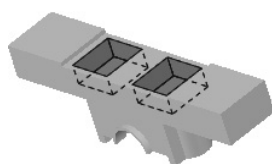
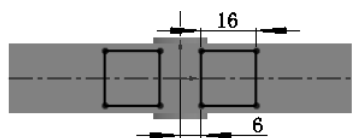

图 5.39.16 切除-拉伸 3
图 5.39.17 横断面草图(八)
Step9. 创建如图 5.39.16 所示的特征切除-拉伸 3。横断面草图如图 5.39.17 所示。